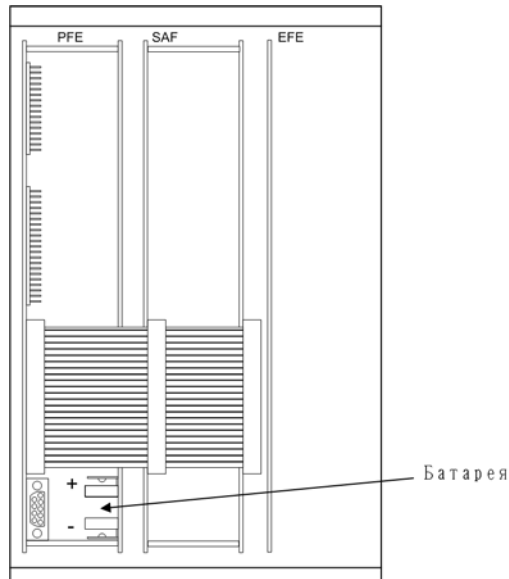
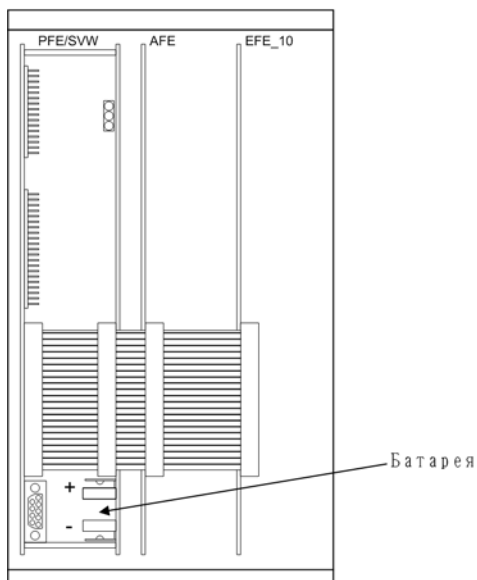

рис. 8-6 Вид спереди после снятия передней панели и размещение буферной батареи терминала присоединения 7SS523
рис. 8-7 Вид спереди после снятия передней панели и размещение буферной батареи терминала присоединения 7SS525
- ❑ Батарея находится внизу модуля PFE, спереди (рис. 8-6, стр. 332).
- Вставьте новую батарею в защелкивающийся разъем (рис. 8-6, стр. 332 или рис. 8-7, стр. 332). **Соблюдайте правильную полярность батареи!**
- Предохранитель расположен в модуле питания (SAF или PFE/SVW). Размещение данного модуля показывает рис. 8-6, стр. 332 или рис. 8-7, стр. 332.